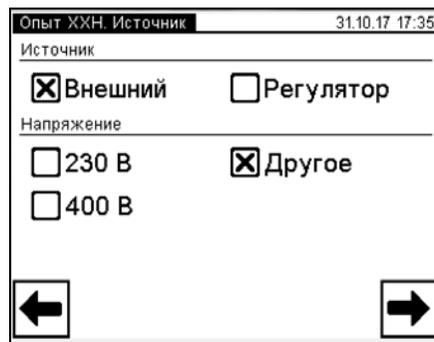

Рисунок 6.54
9) Перейти в окно "Опыт XXН. Источник" (рисунок 6.54), для чего в окне (рисунок 6.53) нажать на кнопку .
10) Выбрать вариант источника питания, для чего в окне "Опыт XXН. Источник" в подразделе "Источник" (рисунок 6.54) выбрать "Внешний", если предполагается использовать нерегулируемый внешний источник, или "Регулятор" для регулируемого источника.